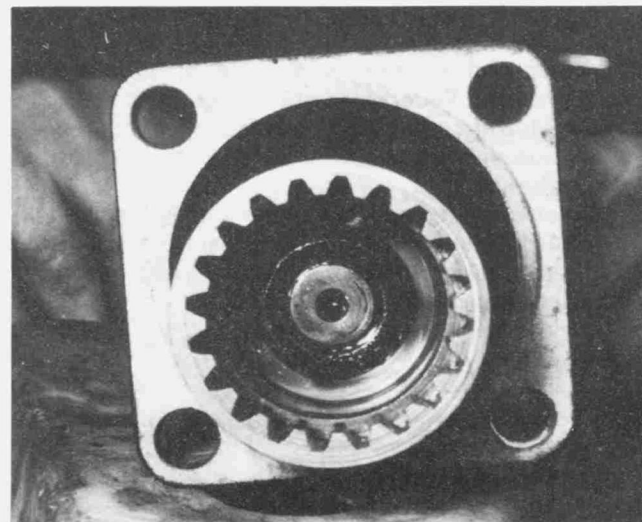

Bild 168
- Ist ein Ausbauen der Gelenkwelle erforderlich, muss der Schwingenarm in einen Schraubstock mit Weichmetallbacken eingespannt werden. Verhindern, dass Gelenkwelle sich mitdreht und die Mutter aus der schrägverzahnten Kupplungsglocke herausdrehen. Diese Mutter sitzt sehr fest. Kupplungsglocke mit geeignetem Abziehwerkzeug von ihrem Konus abziehen. Erforderlichenfalls einen Prellschlag auf die Druckspindel des Abziehwerkzeugs geben (Bild 168).